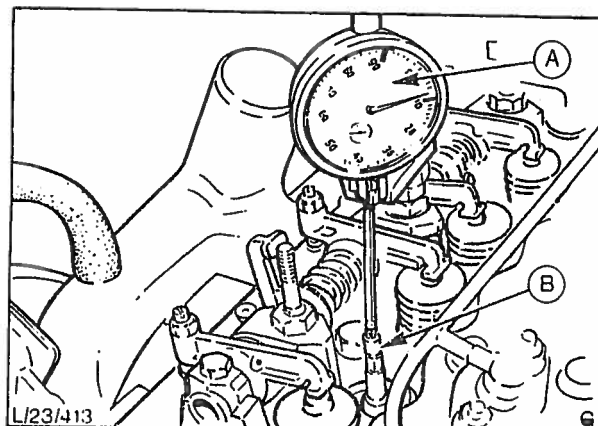

Fig. 36 Motoren satt i spilltidsstilling.
- (i) Drei motoren forover (med urviseren på veivakselen) 2,66 mm (1,9 ltr.) eller 2,09 mm (2,1 ltr.) og la motoren stå i denne stillingen. I denne stillingen vil det fremre stemplet stå 4,34 mm (1,9 ltr.) eller 4,91 mm (2,1 ltr.) før øvre dødpunkt, fig. 36.